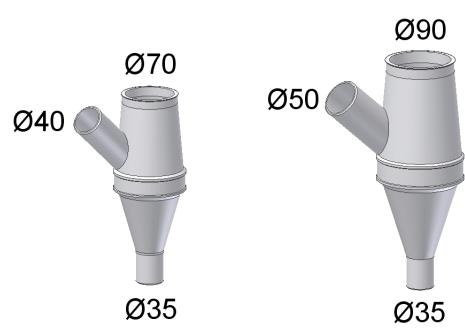

Fig.5
- Ø 50 intérieur pour les semoirs < ou = à 7 rangs (fig.5)
- Ø 40 intérieur pour les semoirs > à 7 rangs (fig.5)
- 50 ID bei Sämaschinen, ≤ 7-reihig (Abb. 5)
- 40 ID bei Sämaschinen > 7-reihig (Abb. 5)
- inner Ø 50 for ≤ 7-row planters (fig.5)
- inner Ø 40 for > 7-row planters (fig.5)
- binnen-Ø 40 voor de zaaimachines met > 7 rijen (afb. 5)